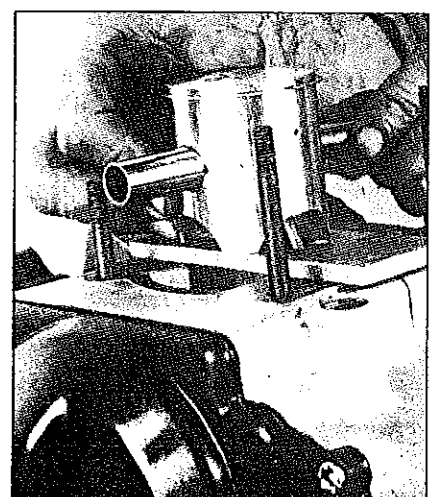

FIG. M7 - EXTRAÇÃO DO PINO DO PISTÃO
12. Remover o pino do pistão através de ferramenta apropriada. Retirar o rolamento de agulhas. Figura M7.